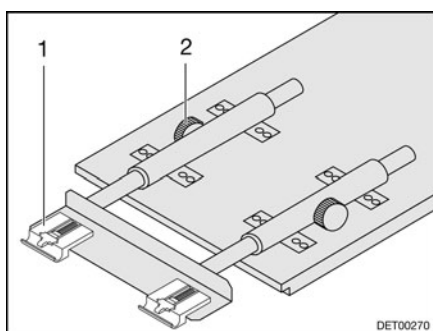

Fig. 74 Ampliación de la mesa colgante
- Soltar los tornillos moleteados (Fig. 74,2).
- Elevar el tablero de mesa ligeramente por delante y extraerlo hasta el tope. La prolongación de mesa (Fig. 74,1) está completamente extraída.
- Elevar el tablero de mesa ligeramente por delante y empujarlo hacia atrás hasta el tope. La prolongación de mesa (Fig. 74,1) está completamente introducida.